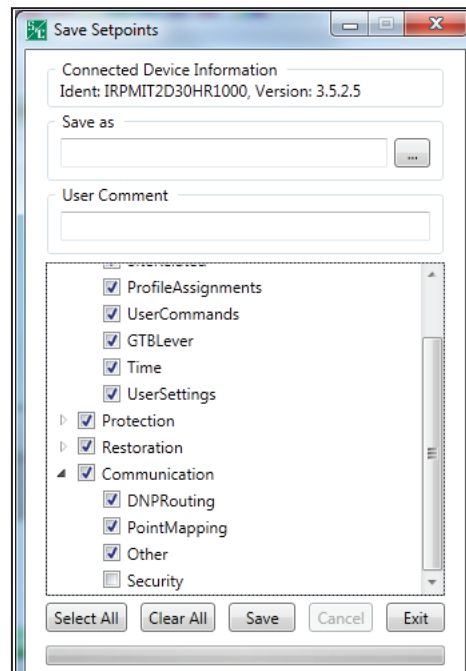

Figura 14. El cuadro de diálogo Save Setpoints (Guardar Puntos de Ajuste).
- PASO 3.** En el cuadro de diálogo Guardar Puntos de Ajuste, seleccione los valores de los puntos de ajuste a guardar. Ver la Figura 14.